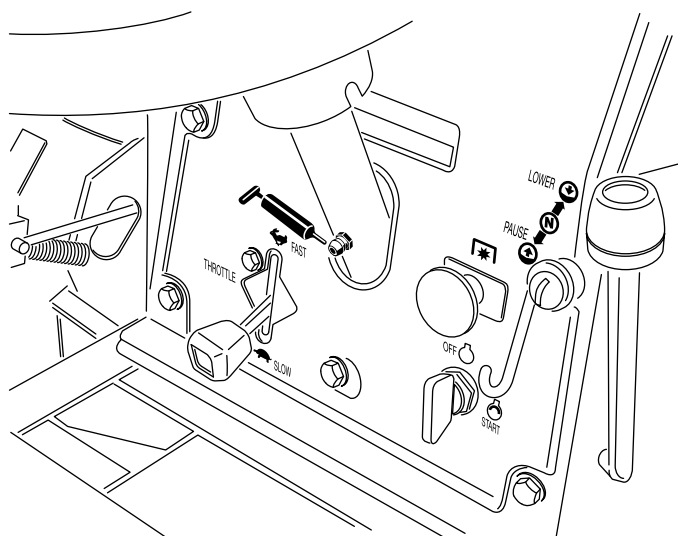

Figura 37
- Columna de dirección (Figura 37)